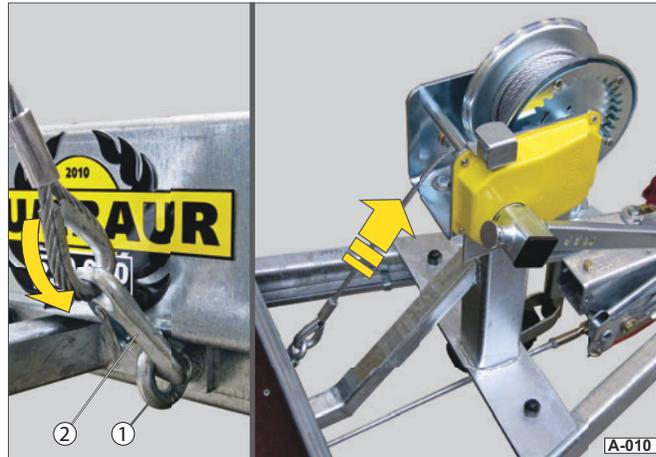

Abb. 10 Anschlagmittel sichern
- ▶ Entspannen Sie das Seil und lösen Sie den Karabinerhaken (Abb. 10/2) vom Ladefahrzeug.
- ▶ Haken Sie den Karabinerhaken an der Öse (Abb. 10/1) vom Anhänger / Seilwindebock ein.